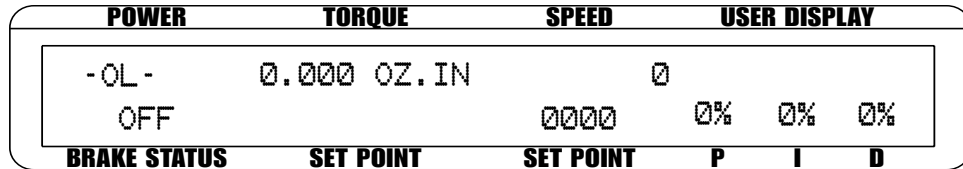

Bild 5-6 Power -OL-Anzeige
- A. Wenn die Leistung den maximalen Eingabewert überschreitet, erscheint die Meldung -OL- und blinkt im Leistungsfeld der Anzeige (wie in Bild 5-6 dargestellt).